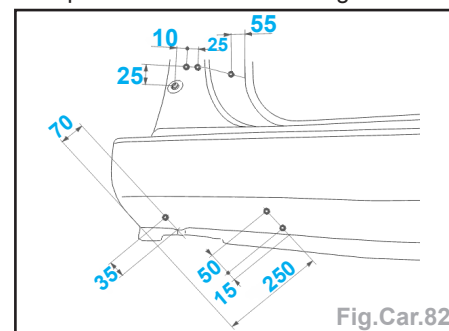

Fig.Car.82
- Tracer puis percer au $\varnothing 8$ mm pour soudage ultérieur par points bouchons (Fig.Car.82).